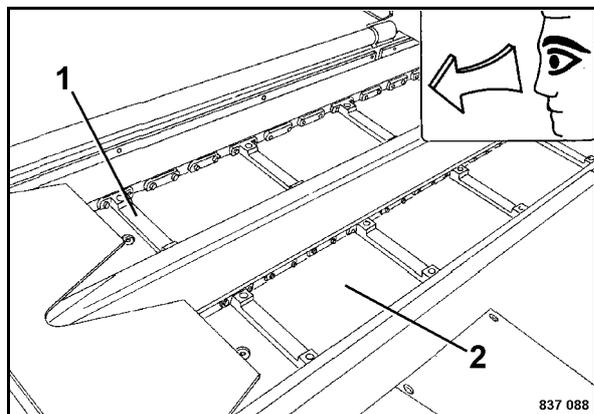

Fig. 191
- Controllare le condizioni delle lamiere del piano 3 (Fig. 191) e delle barre, eventualmente sostituirle.